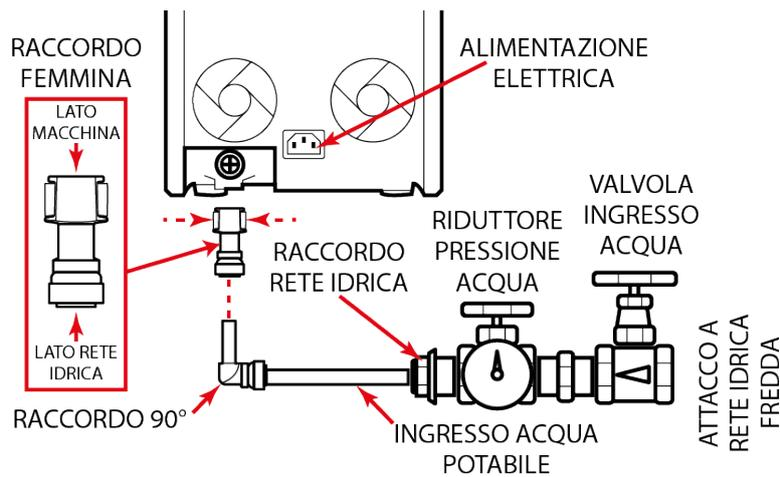

Fig. 1-12
- 16.3** – Predisporre il collegamento alla rete idrica in base allo schema indicato nel disegno, vedi Fig. 1-12.
- 16.13** – Il raccordo di allacciamento idrico dell'apparecchio è situato alla base del lato posteriore, nell'apposito vano allacciamenti, vedi Fig. 1-12.